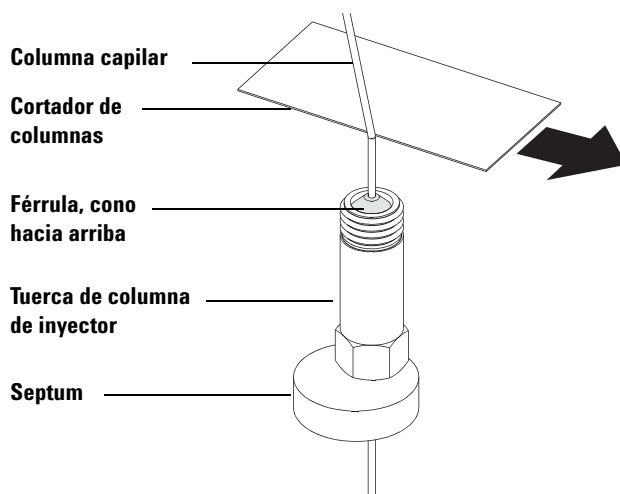

Figura 3 Acondicionamiento de una columna capilar para su instalación
- 2 Con guantes limpios, presione la columna a través del septum (esto conlleva un poco de presión). Luego, inserte una tuerca de columna y una ferrula acondicionada en el extremo libre de la columna (Figura 3). El extremo cónico de la ferrula debería estar dirigido hacia el lado opuesto de la tuerca de la columna.